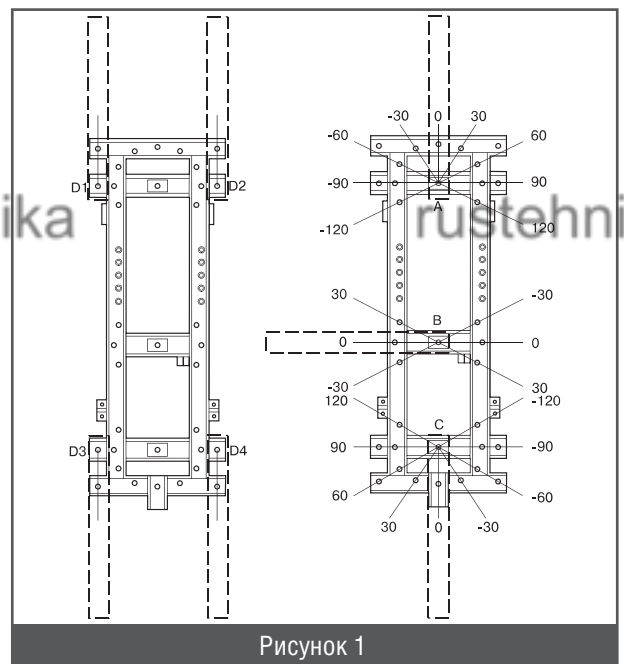

Рисунок 1
- Для крепления силовых устройств на раме стапеля предусмотрены места А, В, С, D1-D4. В местах А и С предусмотрено по 9 положений силового устройства, в месте В 6 положений. В местах D1-D4 положения силовых устройств строго фиксированы (рисунок 1).